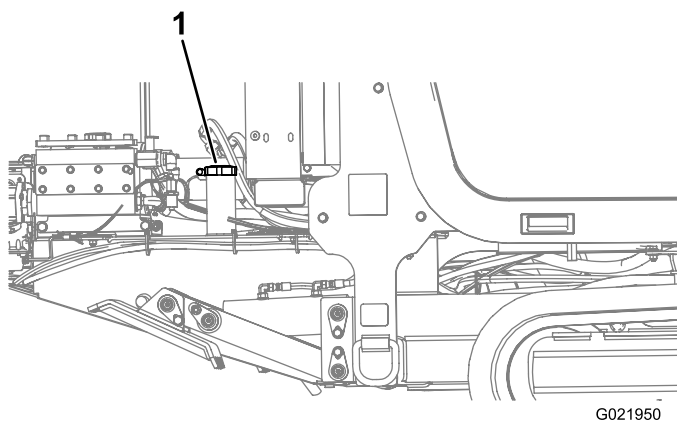

Figure 67
4. Retirez le bouchon du réservoir de carburant (Figure 67).